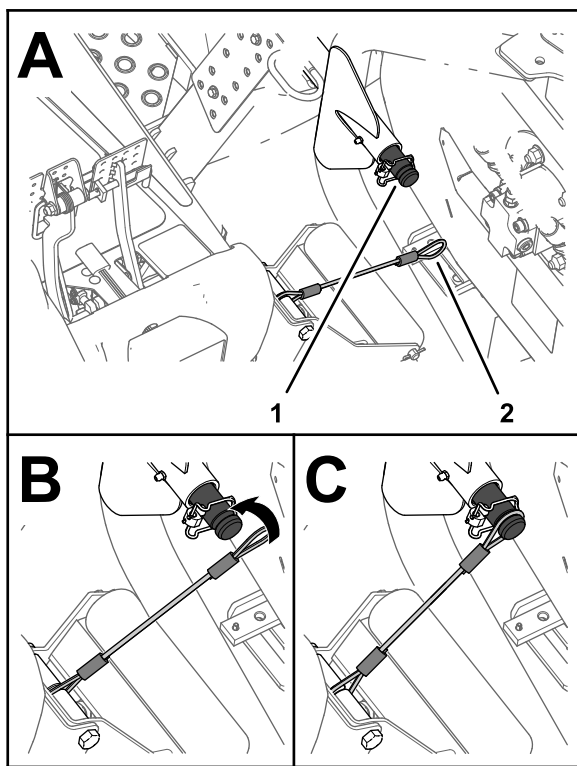

図 71
5. 左右のカッティングユニットの昇降アームのキャリアシャフトにランヤードを取り付ける 図 71。
6. キャリアシャフトの溝にランヤードの輪を掛ける。溝に完全に掛けること図 71。